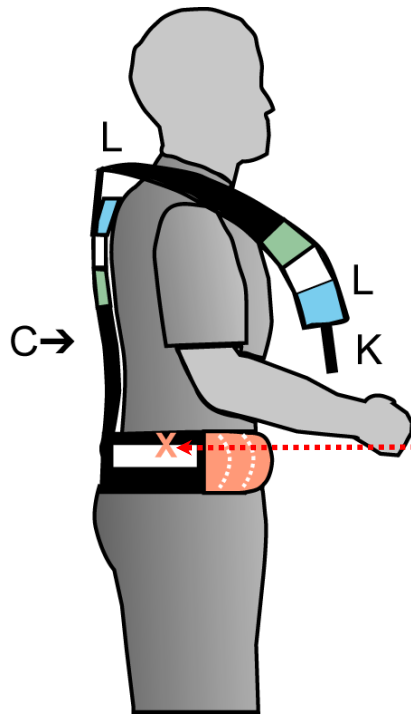

Figure 14
18. Attachez le gabarit de mesure des bretelles, figure 14-L, au gabarit de mesure de la longueur du torse, figure 14-C, (Bleu dans cet exemple) en faisant adhérer avec précision les deux bandes Velcro de 2 pouces, figure 15.
20. Chaque gabarit de mesure des bretelles, figure 14-L, est muni à son extrémité d'un indicateur de taille, figure 14-K, (galon noir de nylon $\frac{3}{4}$ po x 4 po). Si l'indicateur de taille touche le gabarit de mesure de la ceinture de hanches, la bretelle est trop grande, figure 16.